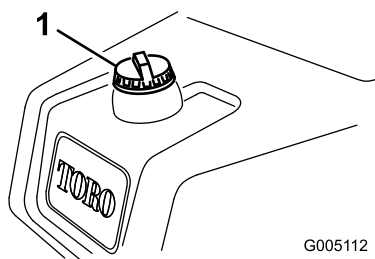

Figura 20
1. Pulite attorno al tappo del serbatoio del carburante e rimuovetelo (Figura 20).